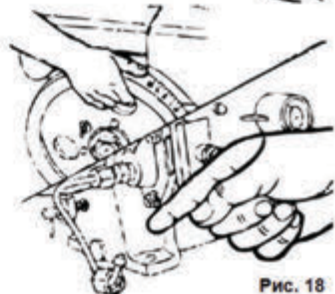

Рис. 18
- Аккуратно поворачивайте маховик в рабочем направлении вращения до тех пор, пока топливо не начнет вытекать из открытого конца топливной магистрали; проверьте, совпадает ли метка на баке с меткой на краю маховика в пределах 20 - 24° от верхней мертвой точки (См. Рис.18).